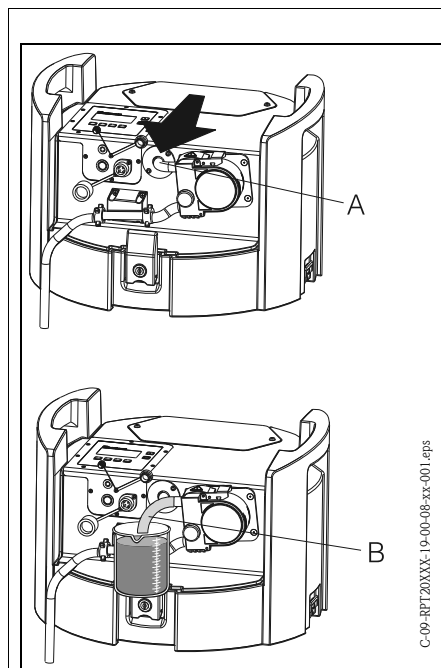

Fig. 18: Taratura del volume del campione
3. Rimuovere il tubo flessibile della pompa già installato dall'attacco del tubo ( => Fig. 18, pos. A) e inserirlo nel becher graduato ( => Fig. 18, pos. B).
13. Inserire nuovamente il tubo flessibile della pompa nell'attacco del tubo sino al fermo ( => Fig. 18, pos. A).